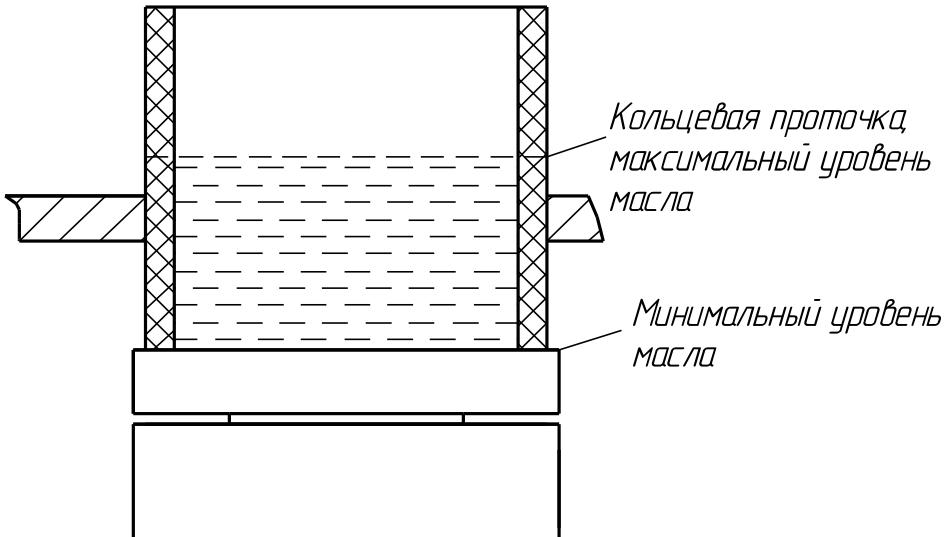

Рисунок 7. Уровень залива масла в стакан
**6.7** Залейте масло в стакан до уровня, не превышающего максимальный (рисунок 7). Вентиль сброса давления не устанавливайте.